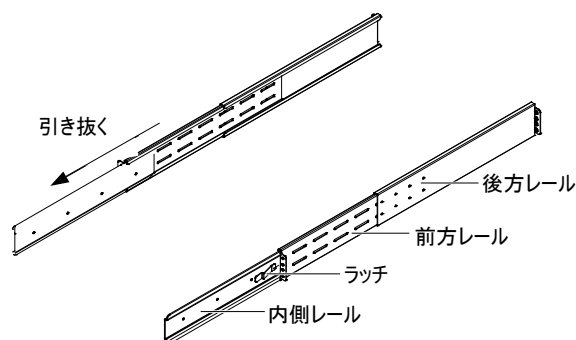

図 2-6 内側レールら引き抜き説明
2. 各スライドレールの内側レールのラッチを押しながら引き出して、スライドレールから抜きます(図 2-6)。